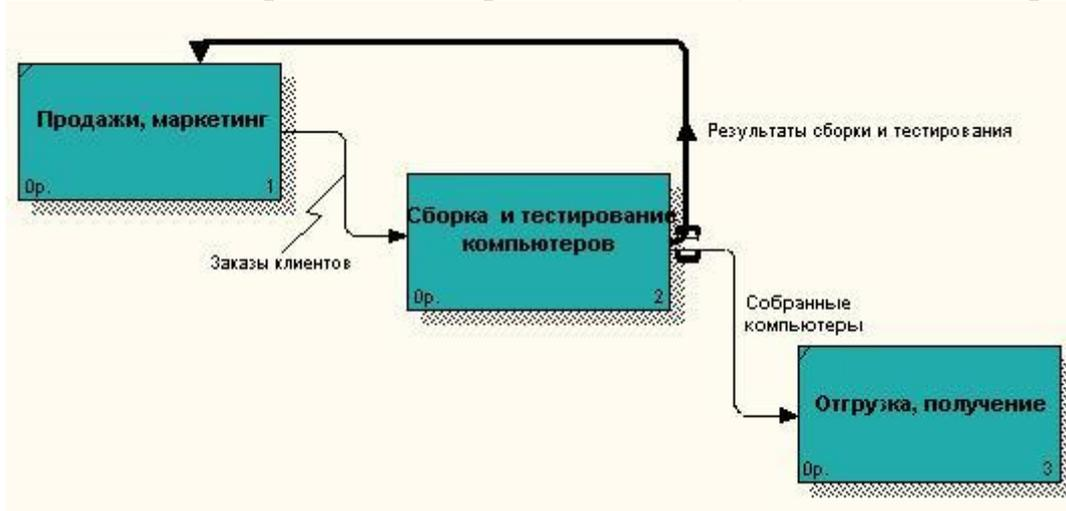

Рис.3. Диаграмма FEO
4. Удалите лишние стрелки на диаграмме FEO. Результат показан на рис.3.